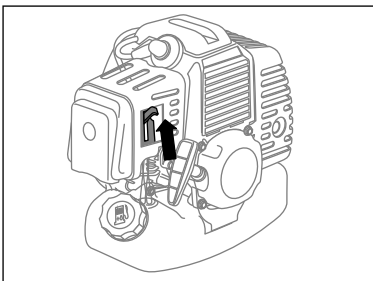
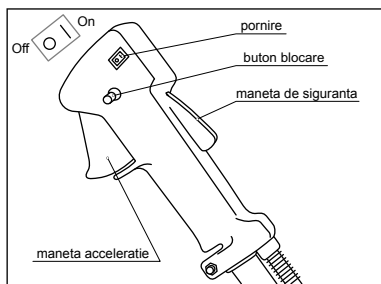

fig. 11
fig. 14
- Deplasați maneta robinetului de aer în sus în poziția |/| (fig. 11). Rotiți comutatorul de pe maneta de comandă în poziția "On" (fig. 14).
- Apăsați ușor maneta de accelerație, aducând motorul la viteză lui maximă și porniți aparatul (fig. 14). Pentru a cosi, țineți trimmerul cu ambele mâini pe mânere.